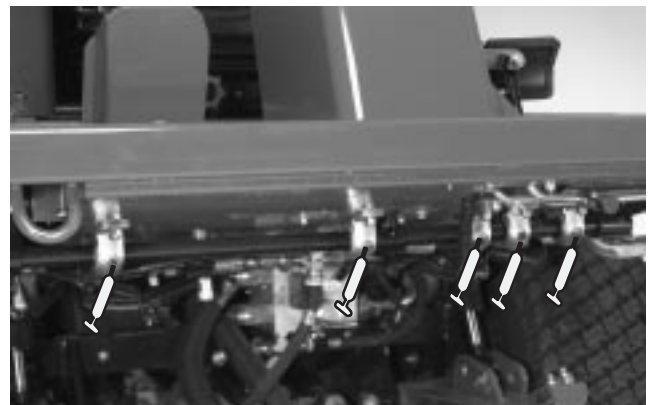

Figure 32
- Paliers d'axes de pivots de freins (5) (Fig. 32)